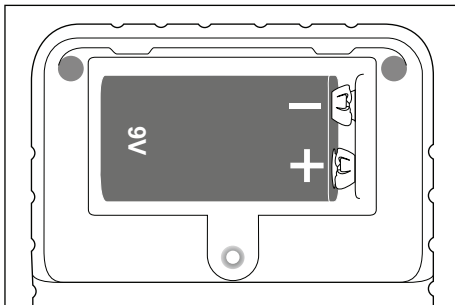

Abb. 2
- 2) Verbinden Sie die 9 V Blockbatterie polrichtig (+ und - beachten) mit dem Batterieclip und legen Sie die 9 V-Blockbatterie in das Batteriefach (siehe Abb. 2).